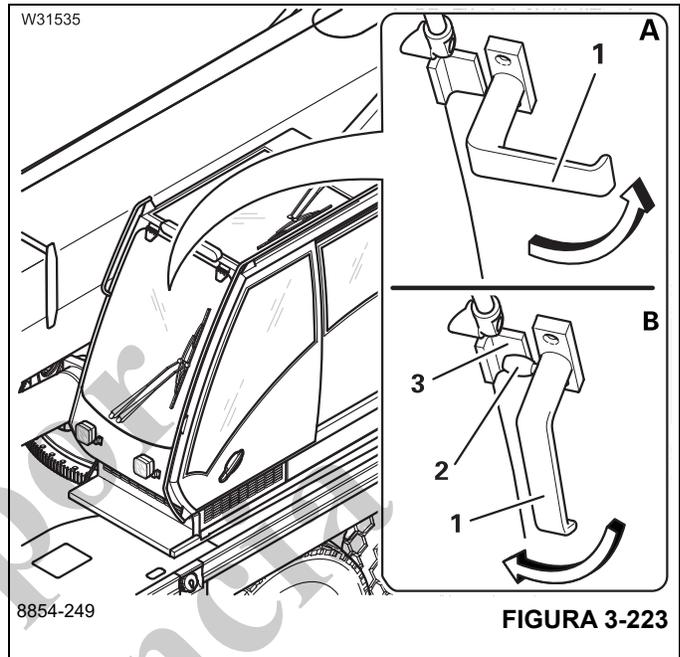

FIGURA 3-223
- Gire las dos manijas (1), (Figura 3-223), hacia adentro.